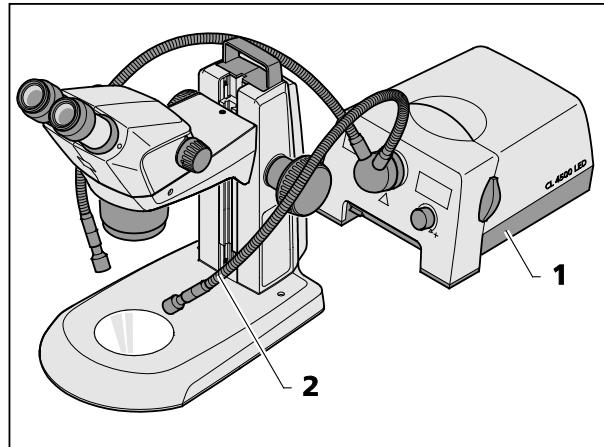

Fig. 15 Montare l'illuminatore a fibre ottiche esterno
- Accendere l'illuminatore a fibre ottiche esterno (Fig. 15/1), regolare l'intensità luminosa e, piegando i due colli colli di cigno (Fig. 15/2), regolare l'illuminazione, dimodoché l'oggetto sia illuminato ottimamente.